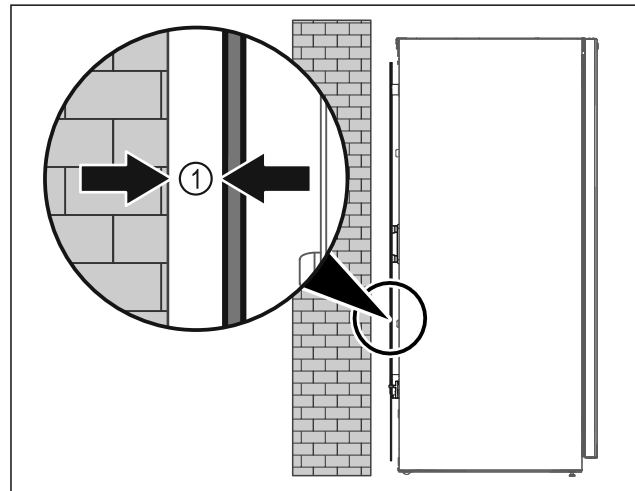

Fig. 8
- ▶ Gerät entweder frei im Raum oder direkt an einer Wand mit einem Mindestabstand von 5 mm Fig. 8 (1) aufstellen.